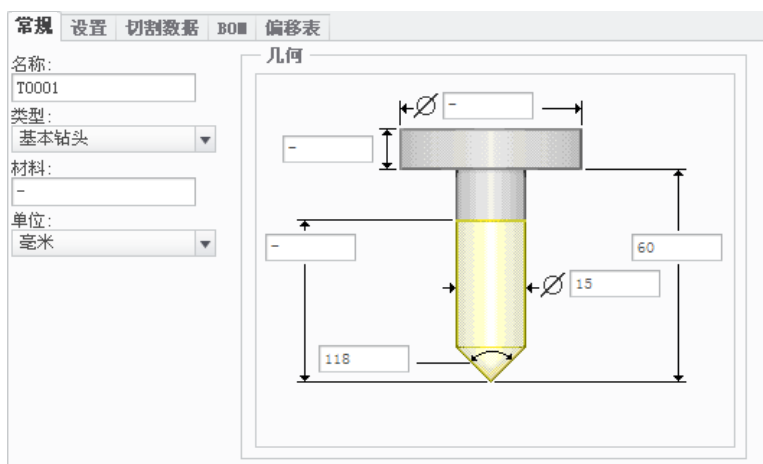

图 7.2.4 设置刀具一般参数
Step4. 在弹出的“刀具设定”对话框的 **常规** 选项卡中设置图 7.2.4 所示的刀具参数，设置完毕后依次单击 **应用** 和 **确定** 按钮，返回到“铣削工作中心”对话框。单击  按钮，返回到“操作”操控板。